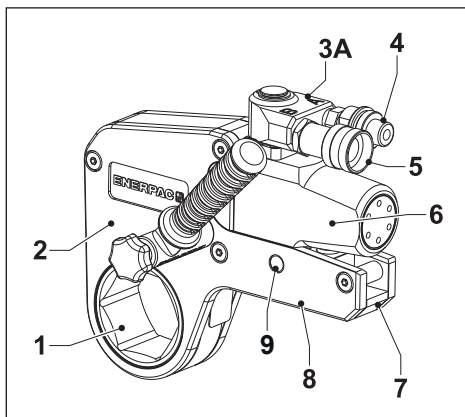

Fig. 1
- Nunca opere a chave se souber ou suspeitar que o pino de retenção do espaçador da unidade de acionamento está gasto, torto, ausente ou danificado. A unidade de acionamento pode se soltar do cassete e se tornar um projétil perigoso. Veja o item 9 na página 10, fig. 1 ou 2.
3.1 Visão geral e características (fig. 1 ou 2)